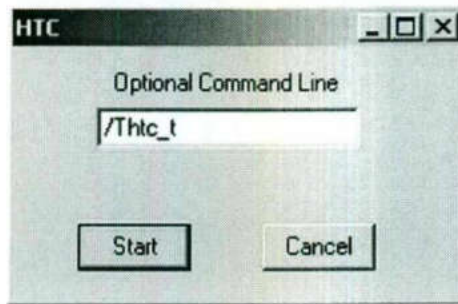

Figura 15-7: Ejemplo del HTC Mostrando el Parámetro /T
- ◇ en la figura 15-7, el tag HTC_T es un tag Digital Output